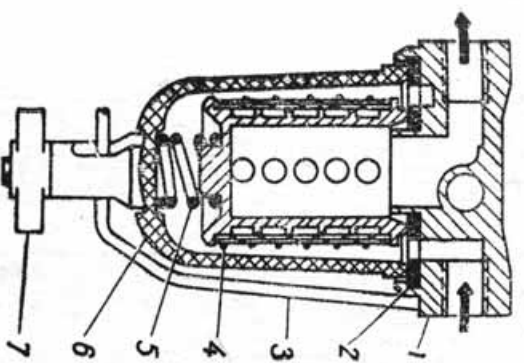

Рис. 32. Фильтр тонкой очистки топлива.
**Фильтр тонкой очистки топлива** очищайте от загрязнения по мере надобности (рис. 32).